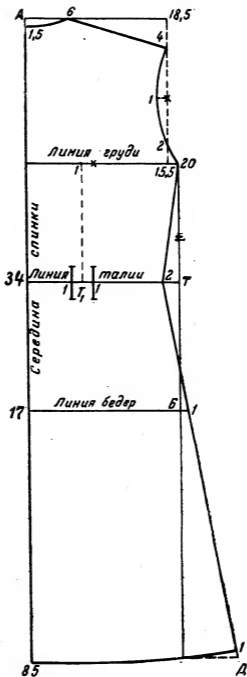
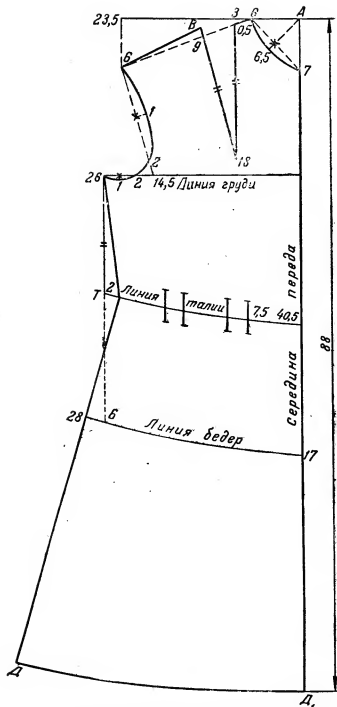

Рис. 193. Построение чертежа основы спинки платья для девочек школьного возраста
Рис. 194. Построение чертежа основы полочки платья для девочек школьного возраста
**Построение чертежа спинки.** Вычерчивают прямой угол с вершиной в точке А (рис. 193). От точки А вправо по горизонтальной линии плана откладывают 18,5 см из расчета  $\frac{1}{2}$  окружности шеи плюс 1,5 см на свободный разворот плеч (для всех размеров):
**Построение чертежа полочки.** Вычерчивают прямой угол с вершиной в точке А (рис. 194). От точки А влево по горизонтальной линии плана откладывают 23,5 см из расчета  $\frac{1}{2}$  окружности шеи плюс 1,5 см на свободное облегание и плюс 5 см на вытачку (для всех размеров):
Для определения линии бока измеряют длину бока спинки от точки 20 до точки Т (см. рис. 193), так как длина бока полочки равна длине бока спинки. Поэтому строить чертеж полочки без предварительного построения чертежа спинки нельзя. Длину, равную длине бока спинки, проводят по вертикальной линии от точки 26 (рис. 194). Длину бока полочки обозначают буквой Т.